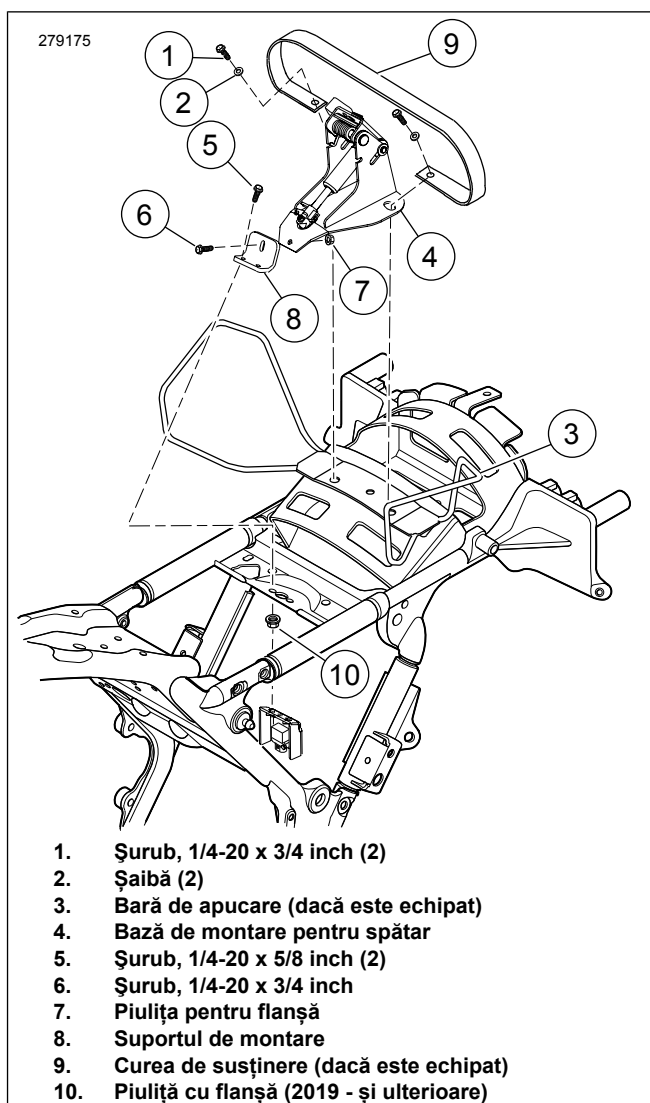

Figura 3. Instalare baza de montare pentru spătar
3. A se vedea figura 3. Montați suportul de montare (8) pe baza de montare (4) cu șurub (6) și piulița cu flanșă (7). Strângeți șurubul.
4. A se vedea figura 3. Instalați suportul de montare frontal (8).